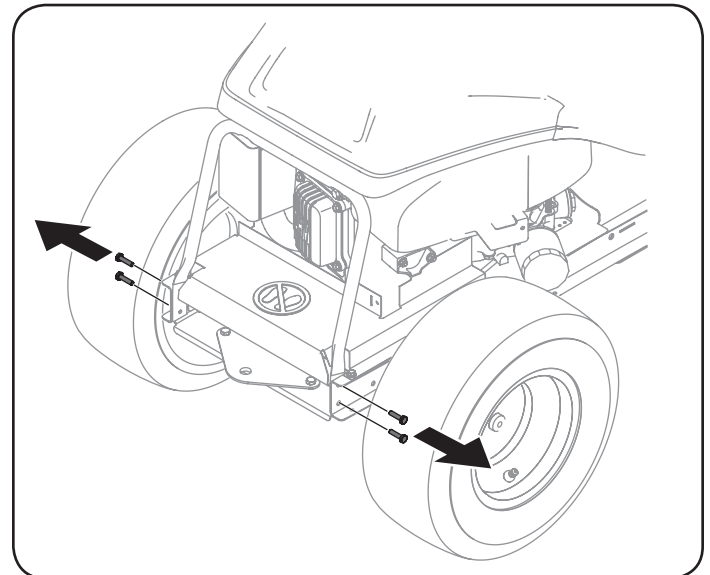

Figura 3
1. Extraiga y deseche los cuatro pernos autorroscantes del bastidor trasero del tractor, como se indica en la Figura 3.